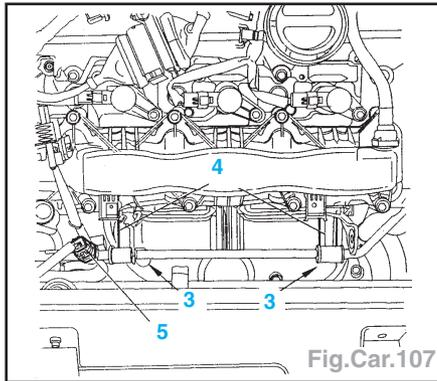

Fig.Car.107
- le cache-style (1),
- le boîtier filtre à air (2).
- Déposer (Fig.Car.107) :